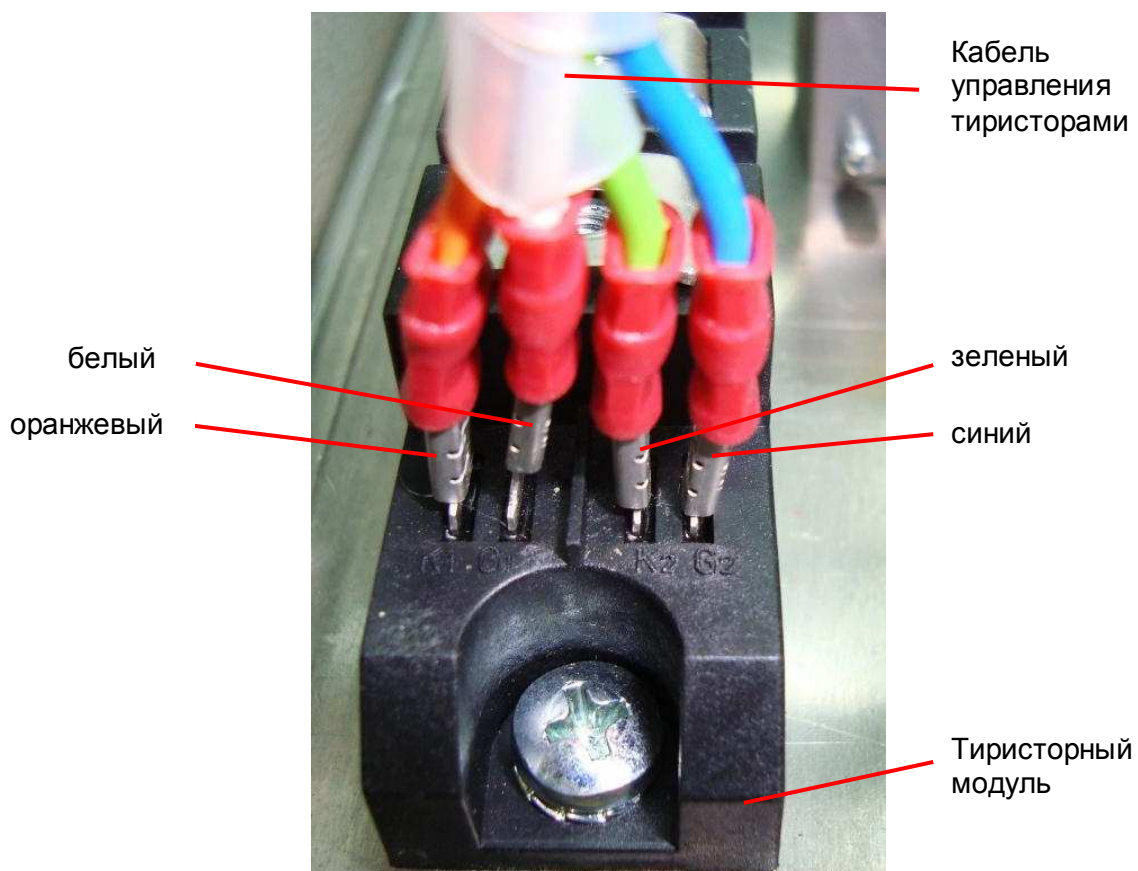

Рис. 7.3. Подключение кабеля управления тиристорами.
7.1.5. Соблюдая цветовую маркировку проводов, подключить кабель управления тиристорами к клеммам управления тиристорными модулями (рис. 7.3): оранжевый провод к клемме K1, белый к G1, зеленый к K2, синий к G2.